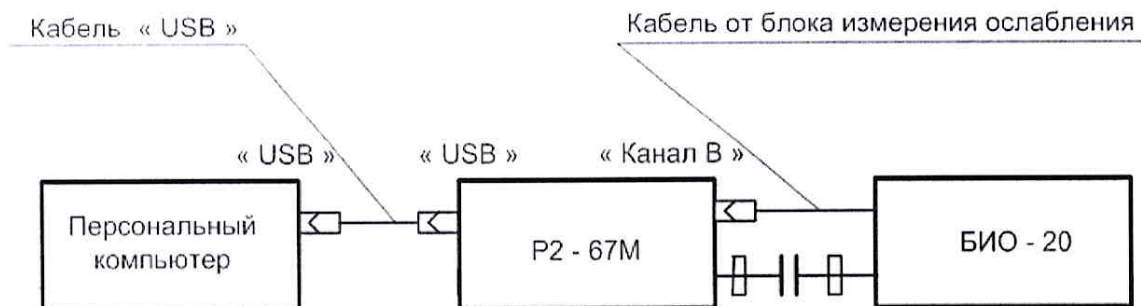

Рисунок 6
- подсоединить входной фланец канала В к выходному фланцу блока измерения ослабления из комплекта поставки поверяемого измерителя P2-67М (рисунок 6);